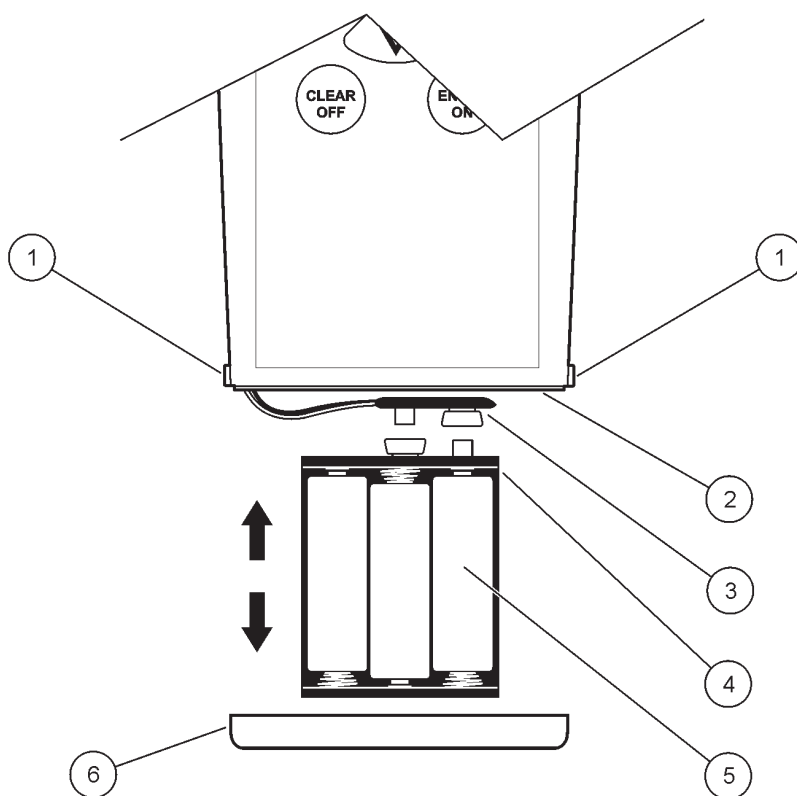

Figure 2 Insertion des piles rechargeables
L'instrument fonctionne avec six piles NiMH rechargeables (Figure 2).
2. Sortez le support des piles de leur compartiment (Figure 2).